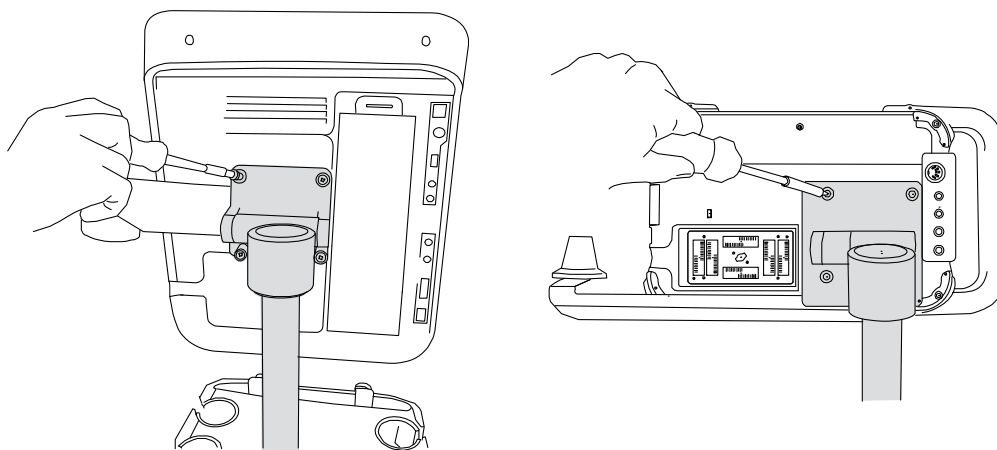

Figure 3 Serrer les vis sur la plaque de fixation : S Series (à gauche) et NanoMaxx (à droite)
- 4 Serrer la vis aux quatre coins de l'échographe jusqu'à ce que celui-ci soit stable. Utiliser un tournevis cruciforme. Voir Figure 3.
- 1 Soutenir l'échographe et desserrer la vis aux quatre coins de la plaque de fixation. Si nécessaire, utiliser un tournevis cruciforme. Voir Figure 3.